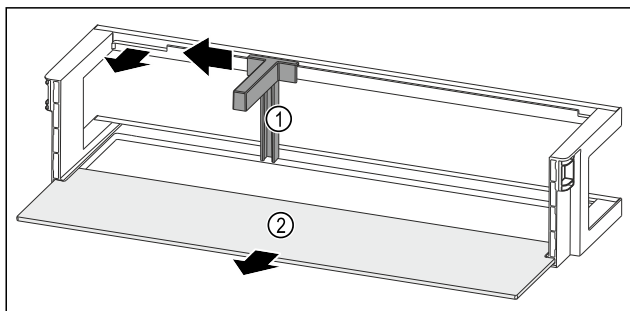

Fig. 98 Dørhylde med flaskeholder og hylde
- ▶ Skub flaskeholderen Fig. 98 (1) til siden indtil udsparringen.
- ▶ Tag flaskeholderen Fig. 98 (1) ud.
- ▶ Tag hylden Fig. 98 (2) ud.